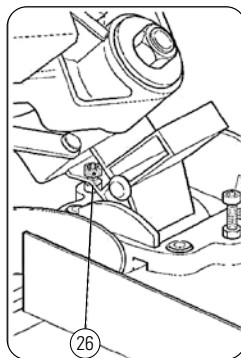

FIGURA 8.4
4. Ajuste o ângulo da serra 45° - Figura 8.4
- Afrouxe a contra porca e aperte ou afrouxe parafuso de ajuste (26) até conseguir um ângulo de 45°. Aperte a contra porca Figura 8.4.